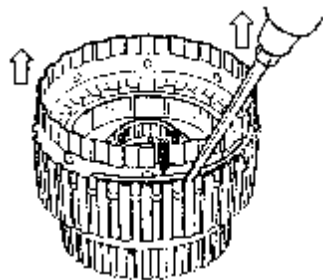

图 7-124 安装内摩擦片支架和卡环
(4) 装入内摩擦片支架和卡环。安装环时，将内摩擦片支架抬起少许，如图 7-124 所示。